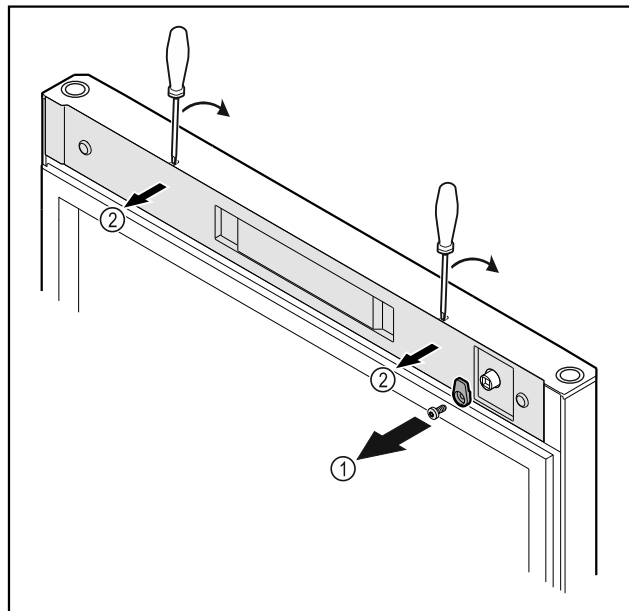

Fig. 16
- ▶ Odkręcić haczyk zamykający Fig. 16 (2).
- ▶ Ostonkę Fig. 16 (1) podważyć małym śrubokrętem i zdjąć.